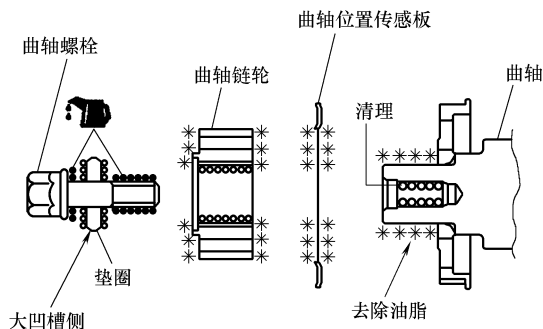

图 28-37 清理接触面油污
1) 如图 28-37 所示，清理并去除曲轴链轮、传感板和曲轴接触面上的油污。